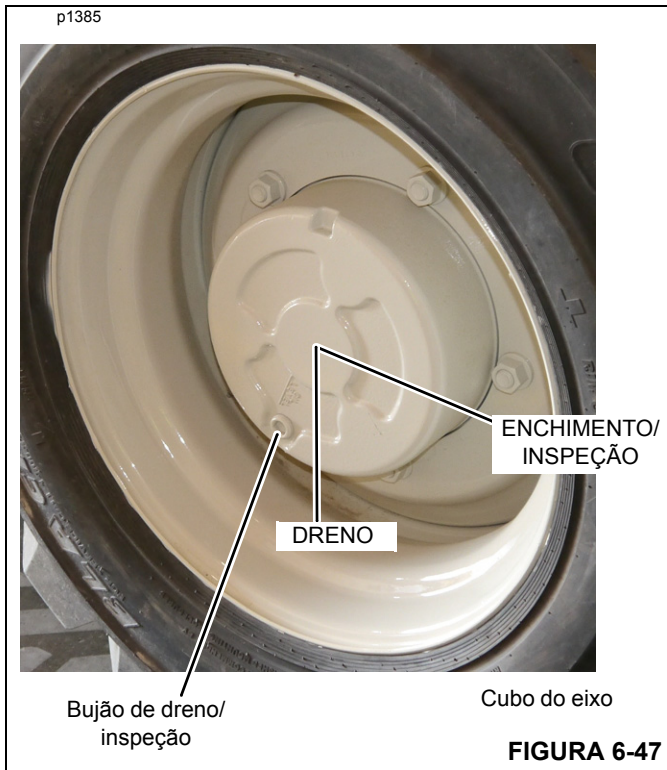

FIGURA 6-47
Consulte a Figura 6-47.
3. Gire um dos cubos das rodas (Figura 6-47) até que o bujão do dreno esteja na parte inferior do cubo da roda.
6. Gire o cubo da roda até que o furo de dreno/inspeção esteja na posição horizontal (Figura 6-47).